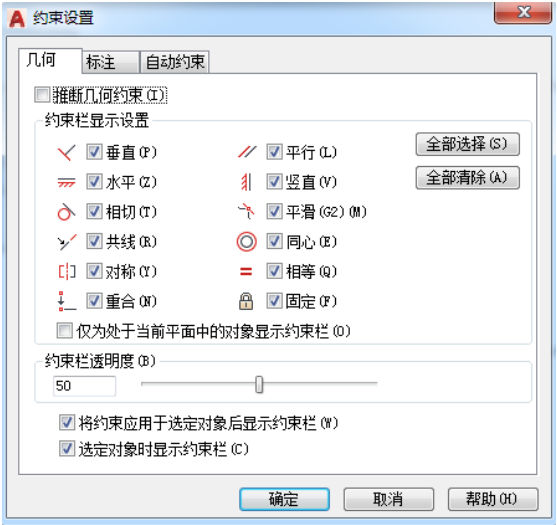

图 5-30 “约束设置”对话框
- 5) 选择快捷菜单中的“约束栏设置”选项或单击“几何”面板右下角的箭头将弹出“约束设置”对话框，如图 5-30 所示。通过该对话框可以设置哪种类型的约束显示在约束栏图标中，还可以设置约束栏图标的透明度。